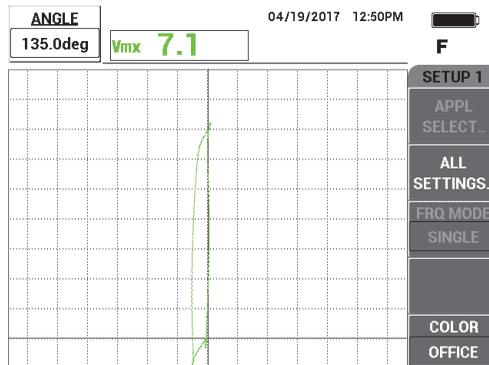

Figura 5-236 Regolazione della fase del segnale
3. Premere il tasto ANGLE (📐) e ruotare il segnale fino a quando il segnale dell'intaglio con perdita di spessore al 60% è verticale (vedere Figura 5-236 a pagina 309).